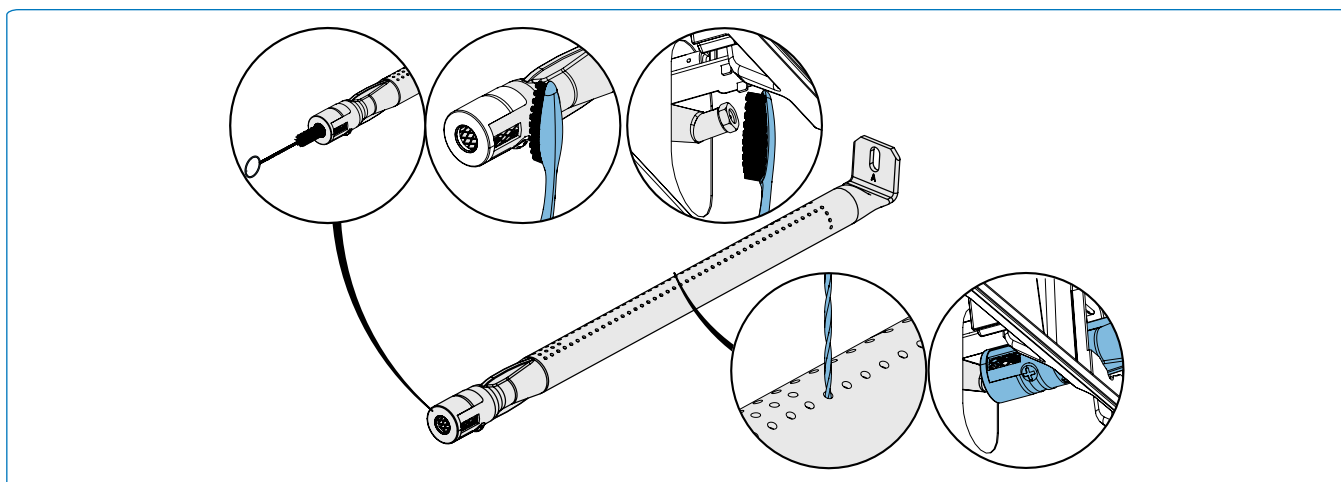

Fig. 16
1. Retirez la ou les vis qui fixent le brûleur à la paroi arrière du barbecue. Faites glisser le brûleur vers l'arrière et vers le haut pour le retirer (**Fig.16**).